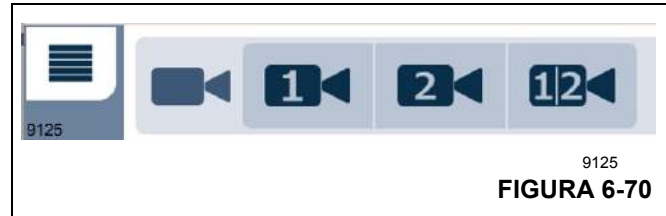

FIGURA 6-70
- Seleccione y confirme un símbolo (Figura 6-70) para conmutar las cámaras.